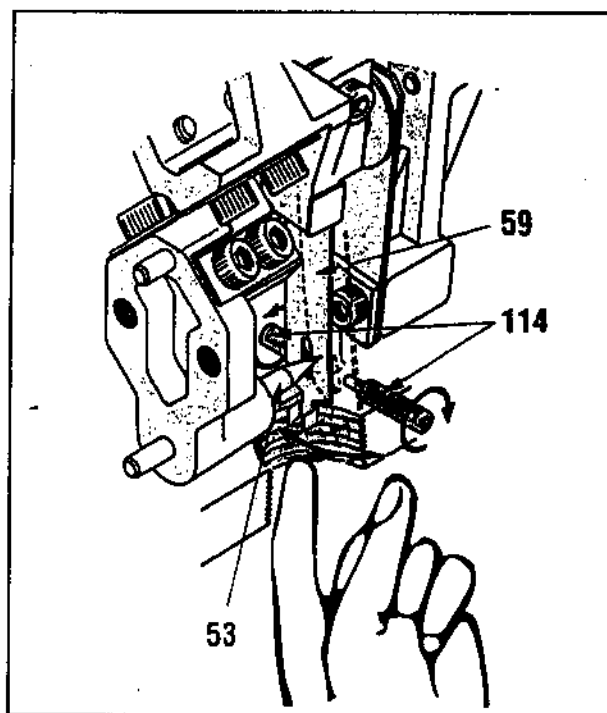

Рис. 12.
Через это отверстие с помощью пальца сдвиньте регулировочную пластину (59) в направлении торсионной трубки до тех пор, пока она не коснется регулировочных винтов (114). При достижении контакта передвигайте пластину влево или вправо вдоль винтов (рис. 12).
6.2.5 Установка регулировочных винтов для плотности 1 при измерении уровня (рис. 12 и 19 – 21)
Через резьбовое отверстие внизу с помощью пальца сдвиньте пластину (59) в направлении торсионной трубки до тех пор, пока она не коснется на гладких концах винтов (114). Удерживая контакт, сдвиньте пластину влево или вправо до упора в заплечики винтов. См. Рис. 12.